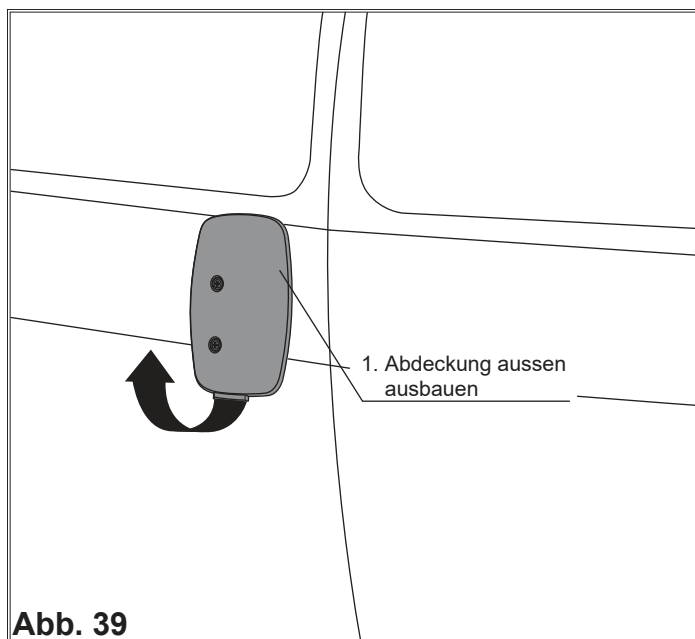

Abb. 39
1. Die Abdeckung ausbauen, wenn vorhanden, (Abb. 39).